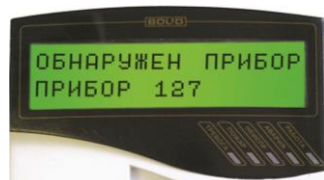

Рисунок 5
5.4.4 По окончании режима «Включение» блок должен перейти в дежурный режим, на индикаторе пульта должны появиться сообщения об обнаружении устройства «С2000-АСПТ», о сбросе устройства с сетевым адресом, соответствующим текущему адресу блока (заводской адрес блока 127). Если придёт несколько сообщений, накопившихся в буфере блока, их можно «пролистать» с помощью кнопок «▼» и «▲» пульта (рис. 5).